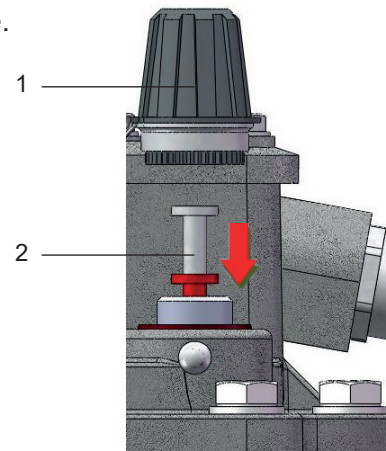

Fig. 8 – Touche d'essai
- Dévisser le grand écrou borgne (Fig. 8/ n° 1)
- Presser la touche d'essai (Fig. 8/ n° 2) jusqu'à la butée et la maintenir dans cette position